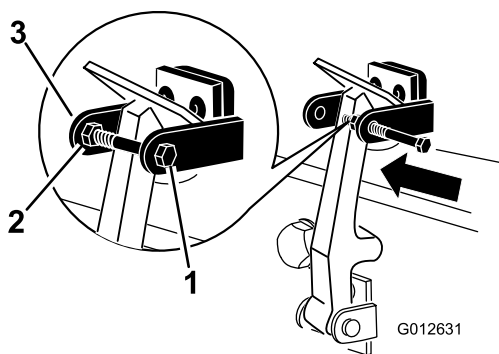

**Рисунок 8**
8. Вверните болт в другой рычаг кронштейна защелки капота для блокировки защелки в надлежащем положении (Рисунок 8).